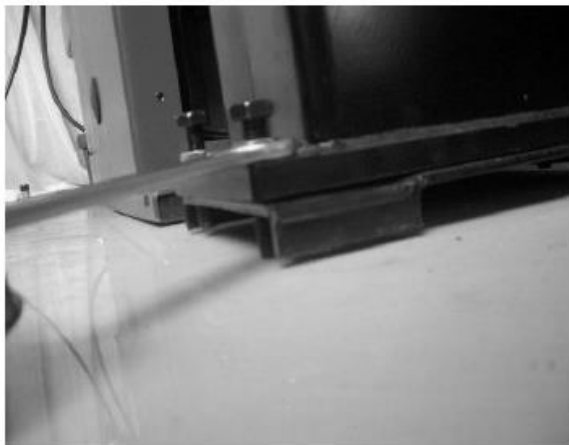

РИС. 38
6.1.10 Ослабьте гайку под основанием и поверните болт по часовой стрелке, пока оно не коснется земли, и затяните (Рис.38), затем установите снятую боковую панель и ящик для инструментов.